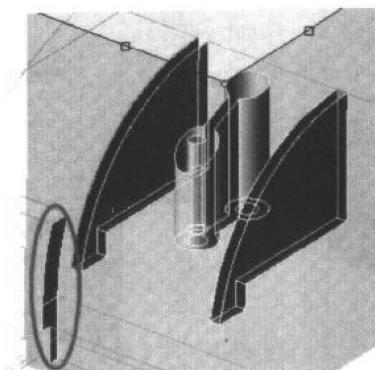

图 1-21
单击鼠标中键确认，选择 Fit To Selection (适当选取) 的图标。请注意将会同时选取图 1-21 中所示的曲面。
(3) 先按住 Shift 键，然后拖动鼠标左键产生一个方框，将如图 1-21 中左下角所标的曲面包围起来，可以取消对这些曲面的选取。
(4) 单击鼠标中键确认，设定放电区域的长度为“65”，宽度为“75”。
(5) 建立一个铣削区域并设定下列参数：
① Blank Height (铣削区域高度) 为“70”。
② Clearance (间隙) 为“30”。